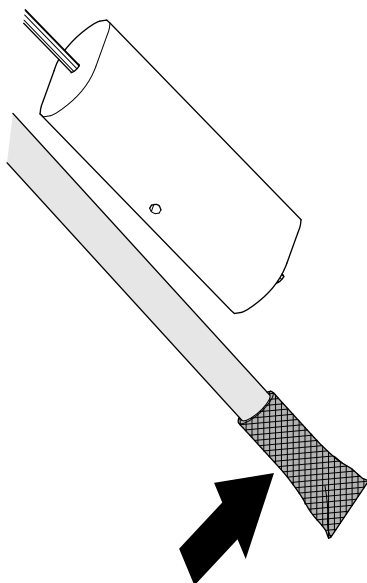

Figura 90
1. Limpie el filtro del extremo del tubo de aspiración de combustible (Figura 90).